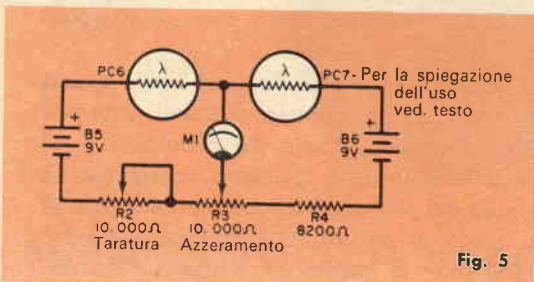

Fig. 5
**Circuito 5** - Nella fig. 5 è illustrata un'applicazione molto particolare delle fotocellule. In questo circuito sono impiegate due cellule per confrontare la luce che passa attraverso campioni di materiali trasparenti come, ad esempio, negative fotografiche. Il circuito viene prima di tutto bilanciato regolando R3 per ottenere una lettura zero sullo strumento con entrambe le fotocellule illuminate dalla stessa luce e R2 a metà corsa. I campioni di cui si vuole confrontare la densità vengono posti di fronte alle fotocellule: qualsiasi spostamento dell'indice dello strumento sarà dovuto ad una differenza della luce che passa attraverso i due campioni. L'entità della differenza può essere determinata osservando l'ampiezza della regolazione di R2 necessaria per riportare l'indice dello strumento a zero.